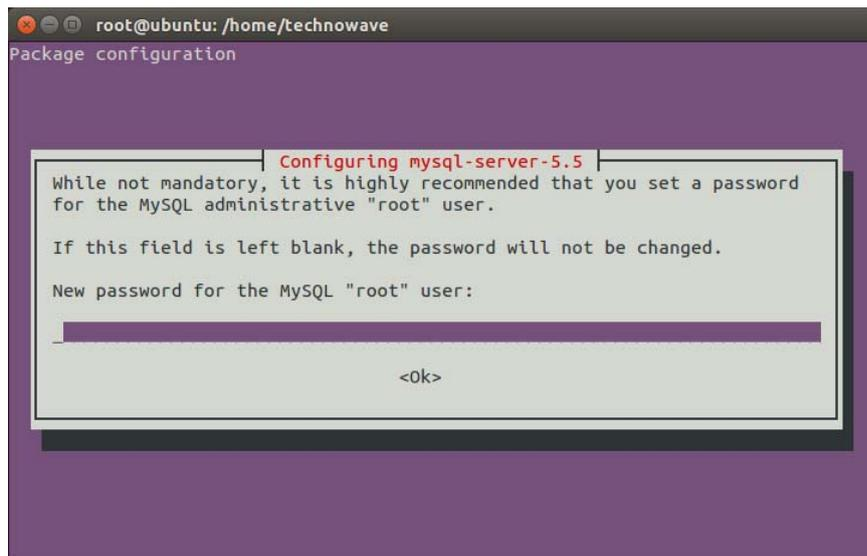

図 12 パスワード入力画面
7. インストールの途中で、MySQLで使用する「root」ユーザーのパスワード設定に関する画面(図 12)が表示されますので、必要な場合はパスワードを設定してください。パスワードを設定しない場合は空欄のまま「<Ok>」を押してください。
- 「MySQLのユーザー名」に"root"、「MySQLのパスワード」と「Enter password」に図 12で設定したパスワードを入力してください。図 12でパスワードを設定していない場合は未入力の状態で「Enterキー」を押してください。